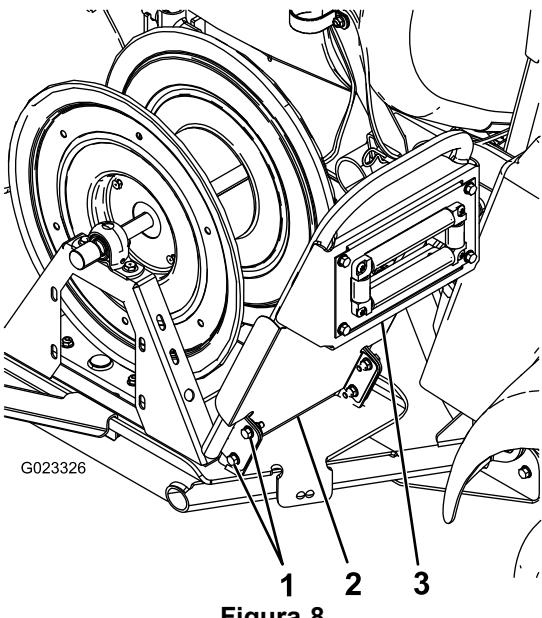

Figura 8
5. Montate senza stringere troppo la maniglia alla parte girevole con 4 bulloni (5/16 poll.) (Figura 8).
6. Fissate la protezione fango e spostatela fino alla parte girevole con i bulloni installati alla fase 5 e 4 dadi flangiati (5/16 poll.) (Figura 8).